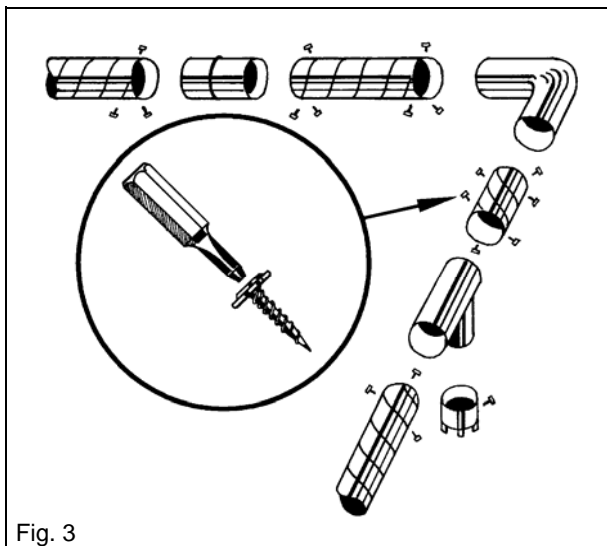

Fig. 3
### **N** Sammenkoblinger av kanaldeler (Fig. 3)
### **S** Sammankoppling av kanaldelar (Fig.3)
**D****Verbindungen (Fig. 3)**
**GB****Duct connections (Fig. 3)**